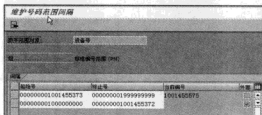

图 10-83 “维护号码范围间隔”界面
STEP 3 选中一个编号范围, 单击“”按钮, 可以修改“起始号”和“终止号”, 新建间隔, 如图 10-83 所示。在此界面中可以建立多个设备编码范围, 但要注意区分维护的编码范围是内部编码还是外部编码。